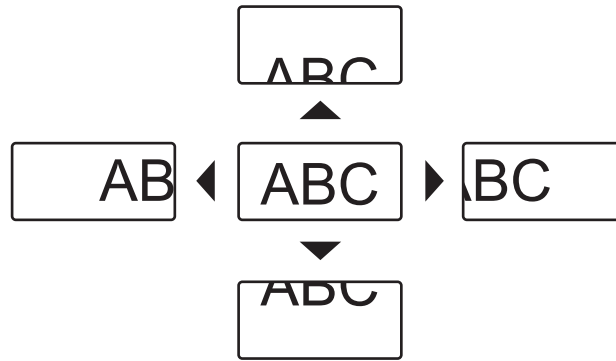

Abb. 1
- 5) Drücken Sie ▲▼◀▶, um die Zoomposition zu verschieben. (Abb. 1)